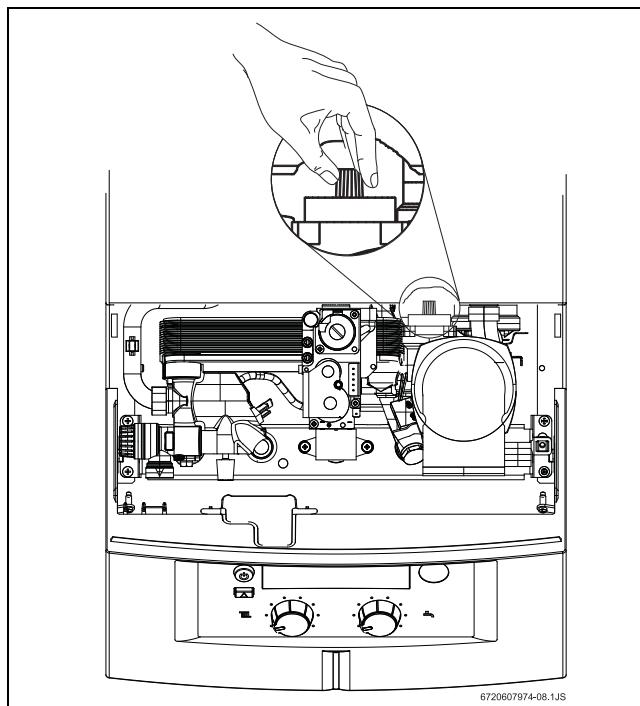

Рис. 13 Воздухоотводчик
- ▶ Выпустить воздух из котла с помощью встроенного воздухоотводчика (см. рис. 13).